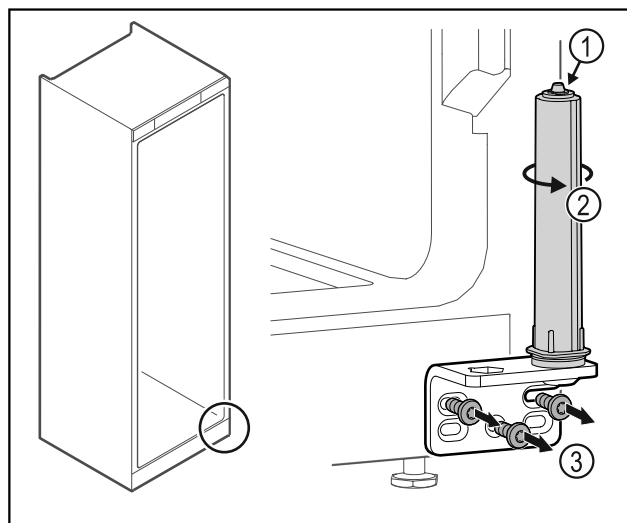

Fig. 32
- ▶ Ärge võtke ukseelukustussüsteemi lahti Fig. 32 (1).
- ▶ Keerake sulgemissüsteemi Fig. 32 (2), kuni see klõpsub.
- ▶ Kruvige šarniirngik Fig. 32 (3) maha.